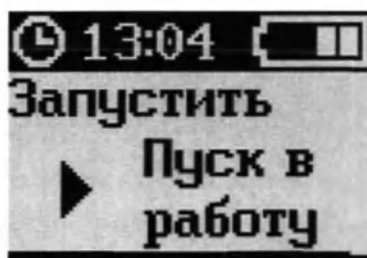

Рисунок 6 – Экран ожидания пуска в работу
1. Нажать кнопку «МЕНЮ» для того, чтобы войти в меню помпы (рисунок 6).